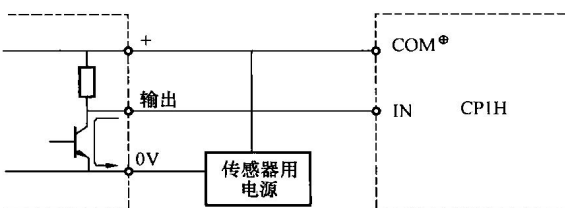

图 1-12 NPN 电压输出型传感器输入设备及其连接
5) NPN 电压输出型传感器输入设备及其连接，如图 1-12 所示。